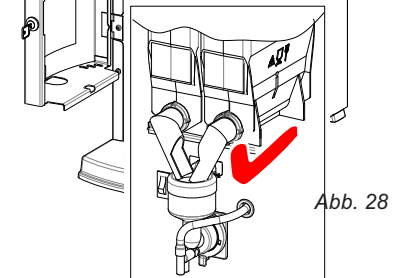

Abb. 28
- Ausgabeknie wieder in die richtige Position drehen (Abb. 28).